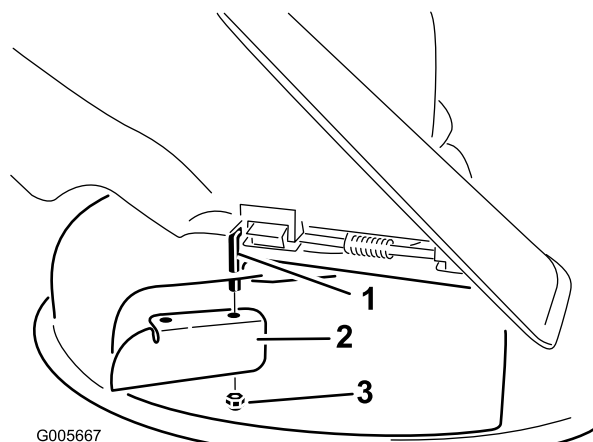

Figure 29
6. Montez le déflexeur d'ouverture sur la tige de pivot exposée (Figure 29). Utilisez l'écrou mince existant (3/8") pour fixer le déflexeur au plateau de coupe.